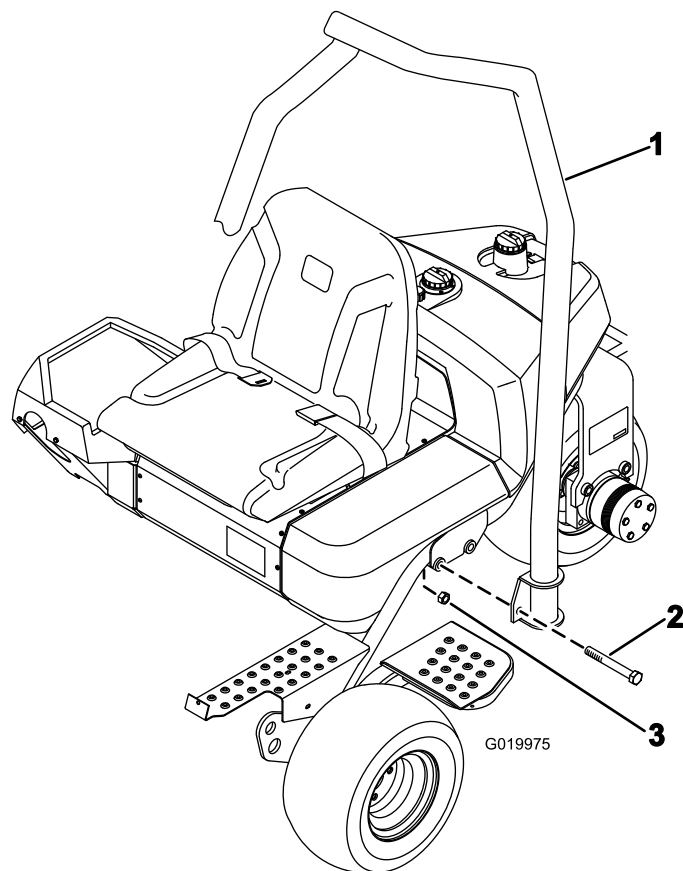

Figura 7
1. Coloque o ROPS de forma a que a parte superior do tubo fique curvado em direcção à parte da frente da máquina (Figura 7).
2. Baixe o ROPS para a estrutura, alinhando-o com os furos de montagem (Figura 7).
3. Prenda cada lado do ROPS à estrutura com 2 parafusos (5/8 x 4-1/2 pol.) e porcas de bloqueio como se mostra em Figura 7. Aperte com 183 - 223 Nm.